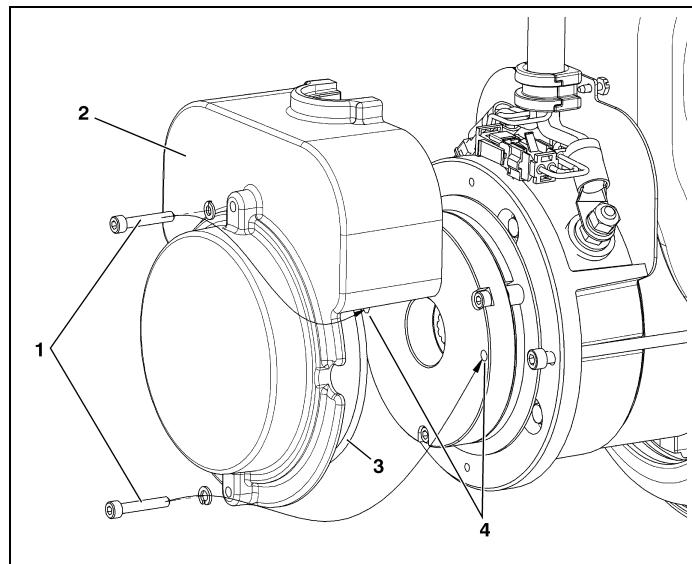

Fig. 4-18. Broms – Manuell frånkoppling
(Se Fig. 4-18.)
3. Ta bort **lockets två bultar (1), locket (2) och lockets O-ring (3)** från baksidan av drivmotorn.
4. Sätt in bultarna i de **två frånkopplingshål** i **bromshuset (4)**, se punkt 4 i Fig. 4-18., Broms – Manuell frånkoppling